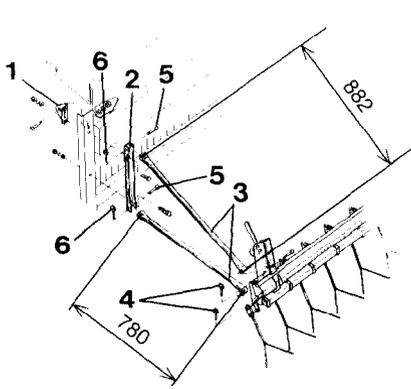
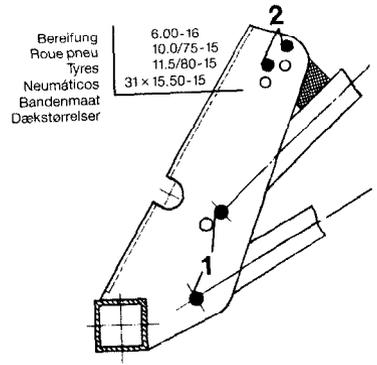

Fig. 42
Fig. 43
- Der Verstärkungswinkel (Fig. 42/1) ist bereits serienmäßig an Ihrer Sämaschine befestigt.
- Obere Taschen (Fig. 42/2) am Saatkasten befestigen.
- Der Exaktstriegel wird an den Halterohren (Fig. 42/3) mit zwei Bolzen nach Fig. 43/1 befestigt und mit Klappsplinten (Fig. 42/4) gesichert.
Der Schwingmetallpuffer ist bei der D8 SUPER, wie in Fig. 43/2 gezeigt, zu verschrauben.
- An den oberen Taschen (Fig. 42/2) sind die Halterohre (Fig. 42/3) mit Bolzen (Fig. 42/5) und Klappsplinten (Fig. 42/6) abzustecken und zu sichern.